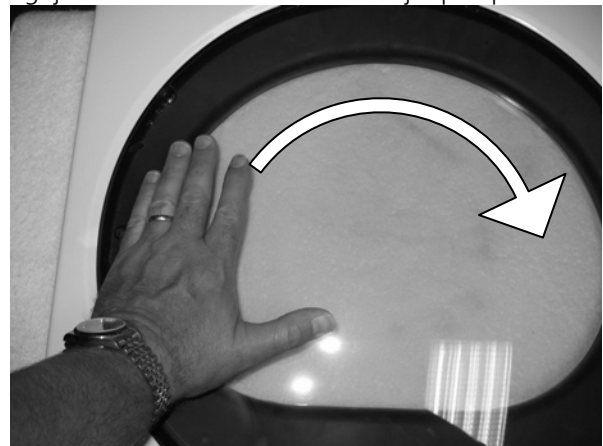

Figura 6
7. Voltee la Puerta, de manera que la ventana quede hacia arriba. Gire el vidrio de la ventana 180 grados, de manera que los agujeros del vidrio queden alineados con los tapones del anillo. (Figura 6). Solo se utiliza en Puertas con tapones de paso.